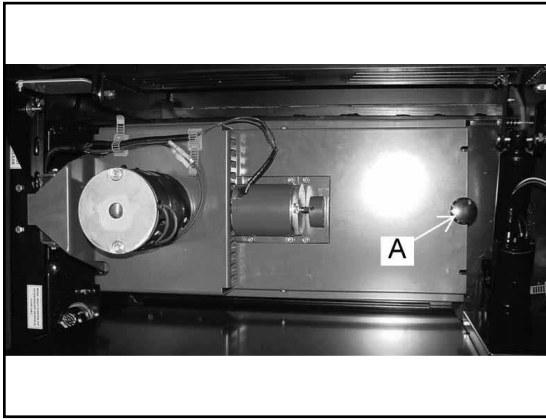

FIGURA 57
El botón de control del polvo (A) se utiliza para mantener bajada la cubierta del filtro de control del polvo, como se muestra en la figura 57. El filtro de control del polvo (B) está situado bajo la cubierta frontal y debe retirarse periódicamente para su limpieza o su sustitución. La retirada del panel del filtro puede hacerse sin ninguna herramienta. Para acceder al compartimento del filtro hay que abrir la cubierta frontal. El filtro del panel se mantiene en su sitio mediante un bastidor articulado y un botón. Para retirar el panel del filtro, gire el botón en sentido contrario a las agujas del reloj y eleve el bastidor articulado. Ahora puede sacarse el filtro del panel y limpiarlo o sustituirlo. Para instalar el filtro de repuesto del panel, coloque un nuevo filtro en la máquina, baje el bastidor y gire el botón en el sentido de las agujas del reloj para bloquear el filtro en su sitio.